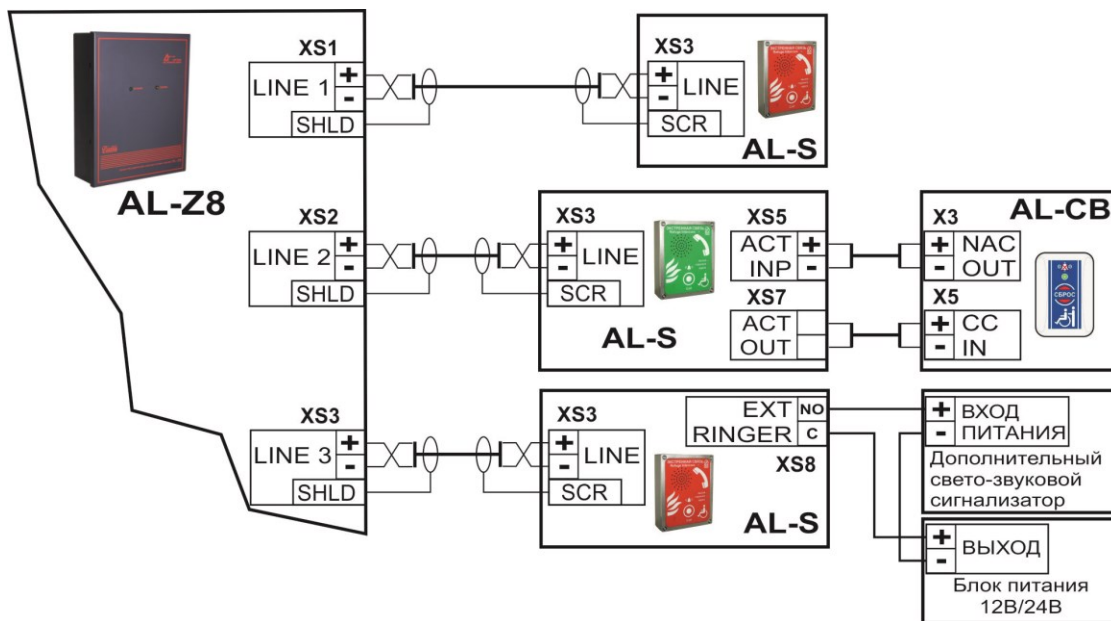
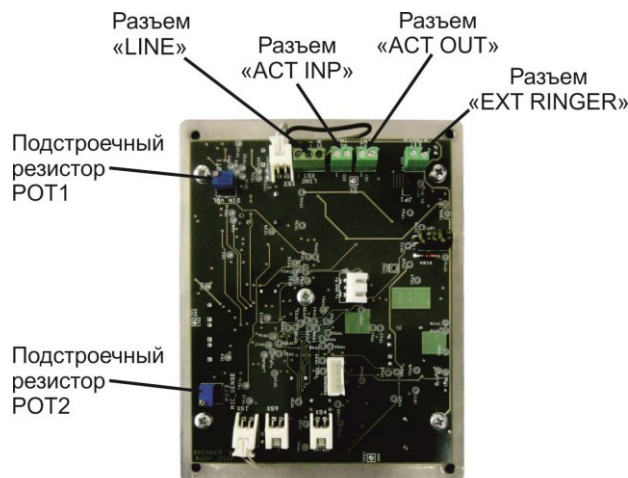

Рис.2
Рис.3
- Приготовьте заранее схему подключения к изделию всех необходимых внешних электропроводок (см. рис.2) и определите место установки изделия.
8.2 Назначение разъемов и элементов регулировки показанных на Рис.2 и Рис.3:
- 6) Подключите все необходимые электропроводки к винтовым контактам изделия (см. рис.2).